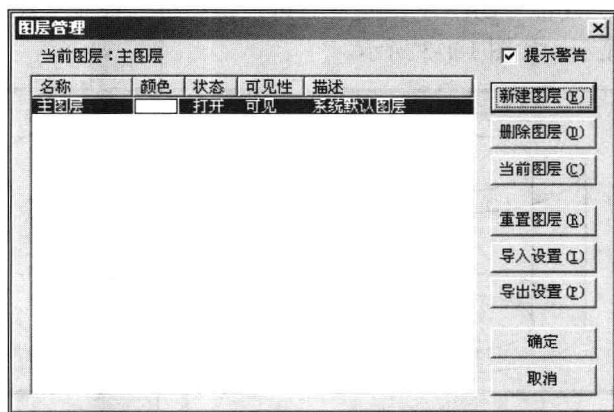

图 1-1-5 “图层管理”对话框
2) 操作 单击菜单【设置】→【层设置】命令，或者直接单击  按钮，系统弹出“图层管理”对话框，如图 1-1-5 所示，单击对话框右侧按钮，即可完成相应操作。